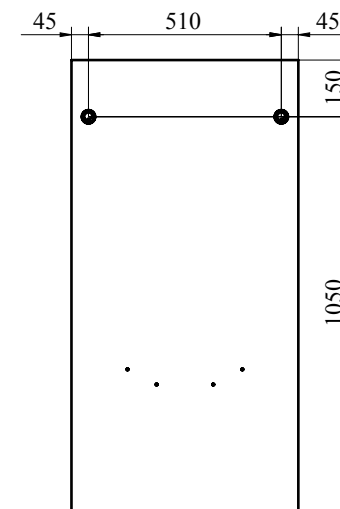

Рис. 3
3. С помощью карандаша и рулетки разметьте стену (Рис. 3). Просверлите два отверстия под дюбель. Вбейте два дюбеля и вкрутите крючки для навесов. Повесьте вешалку на стену.